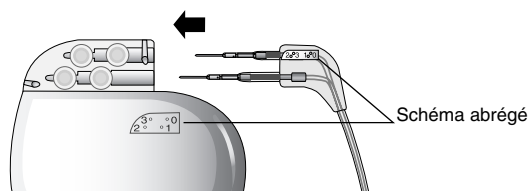

Figure 7. Insérer les broches du connecteur de l'extension à fond dans le bloc connecteur du neurostimulateur, Modèle 3023.
3. Vérifier que le schéma abrégé figurant sur l'extension comporte quatre plots conformément au schéma abrégé situé sur le neurostimulateur (Figure 7).
4. Insérer les broches du connecteur de l'extension dans le neurostimulateur ; elles doivent être correctement fixées dans le bloc connecteur (Figure 7).